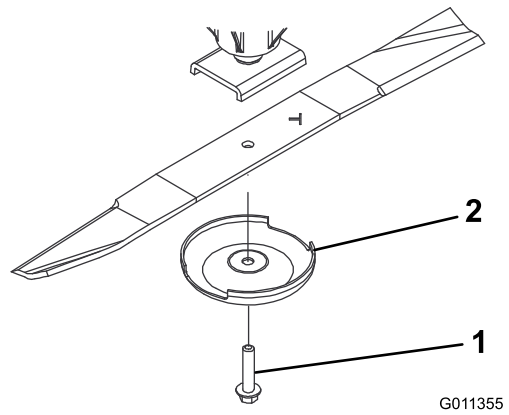

图67
2. 使用抹布或厚垫手套抓住刀片的端部。卸掉刀片螺栓、防刮罩，并从铰轴上取下刀片（图67）。
3. 使用防刮罩和刀片螺栓安装刀片，刀翼面向剪草刀盘（图67）。上紧刀片螺栓扭矩至 $115 \sim 149\text{N} \cdot \text{m}$ 。